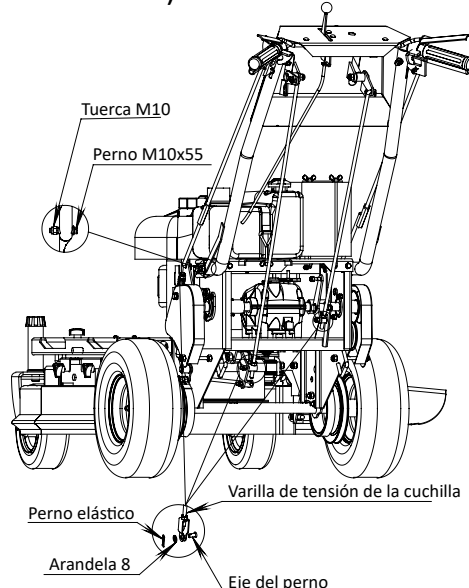

FIG. 4
- Desplegar la manija y fijarla con cuatro bridas Hd M10x25. Pernos y cuatro contratuercas M10 en cada lado como se muestra en la FIG 4.
- Introduzca el perno roscado del conector del extremo de la varilla de las barras de dirección derecha e izquierda a través del orificio de los brazos oscilantes del freno derecho e izquierdo; añada la tuerca M6 y la arandela 8 y apriete. A continuación, introduzca el perno roscado del conector del extremo de la varilla del conjunto de mando del cambio a través del orificio del brazo de mando del cambio; añada la tuerca M6 y la arandela 6 y apriete. Por último, introduzca el perno roscado del conector del extremo de la varilla de control de la cuchilla a través del orificio del brazo oscilante de tensión; añada la tuerca M6 y la arandela 6 y apriete. Ver la FIG 4